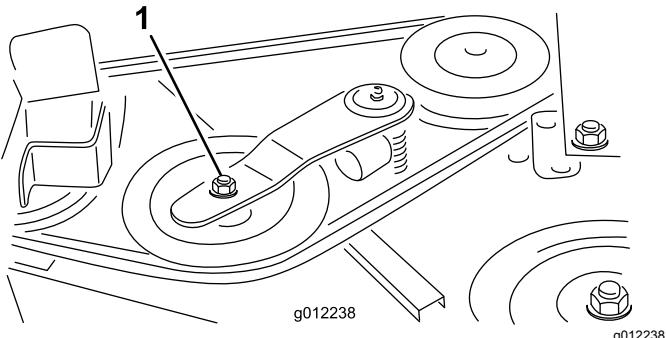
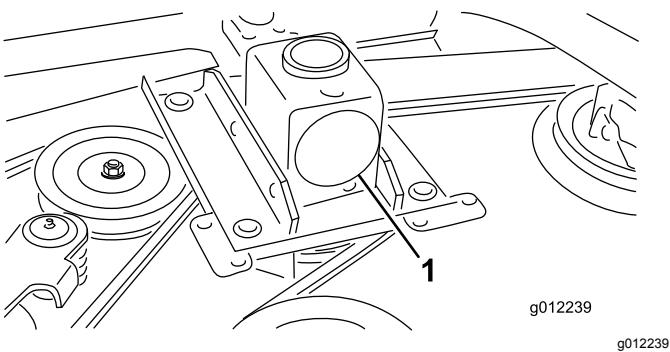

Figure 30
Figure 31
2. À l'aide d'une clé dynamométrique ou d'un outil similaire, éloignez la poulie de tension (Figure 30) de la courroie d'entraînement pour détendre cette dernière et pouvoir la déchausser de la poulie du boîtier d'engrenages (Figure 31).